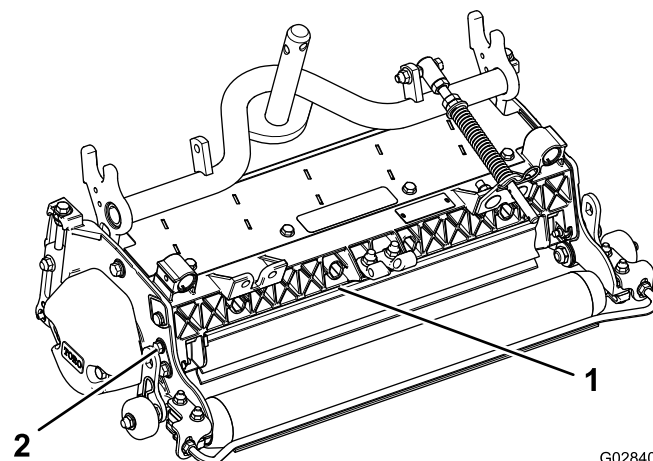

Рисунок 10
2. Переведите щиток в требуемое положение и затяните болты (Рисунок 10).
1. Ослабьте болты оси поворота щитка (Рисунок 10).